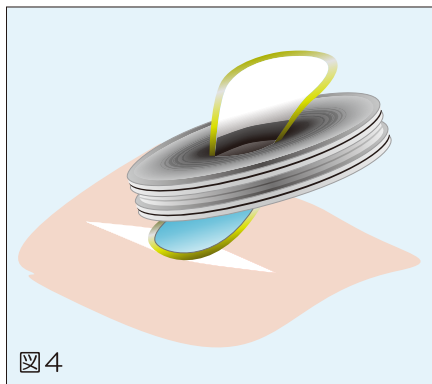

図4
- 1.皮膚切開を行う。フレキシブルリングの先端を切開創に挿入する。(皮切の大きさは各タイプ一覽参照。)(図4)